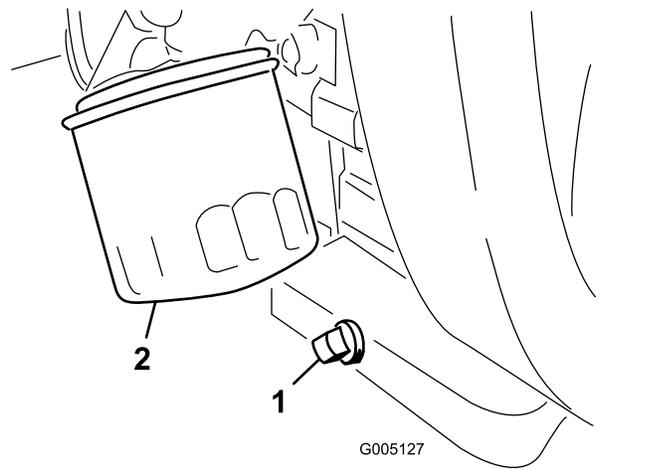

図 27
1. ドレンプラグ 図 27 を外してオイルを容器に受ける。
2. ドレンプラグのねじ山をきれいにして PTFE シーラントを巻き付ける 図 27。